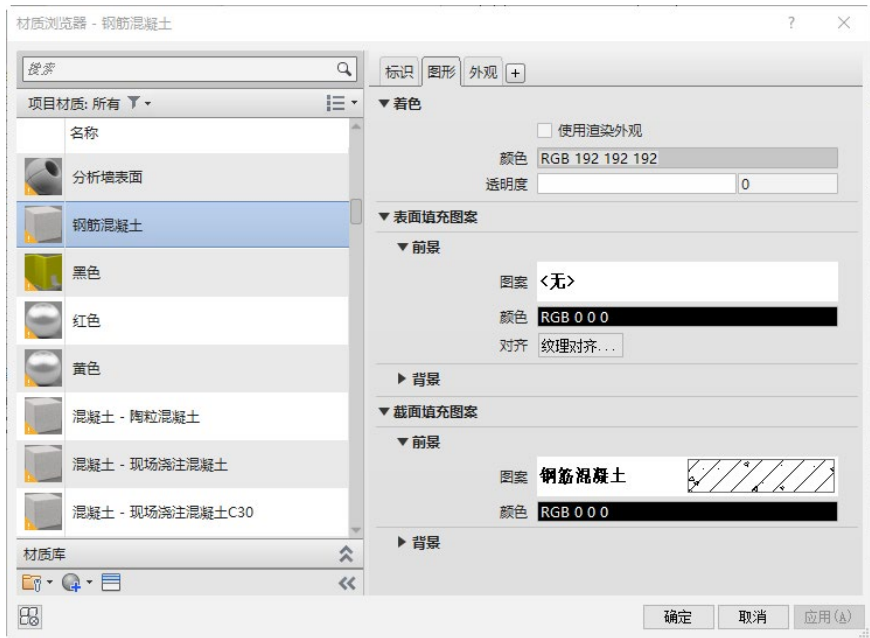

图 9-31 “材质浏览器”对话框
3) 打开“编辑部件”对话框，单击“结构材质”栏中的按钮，打开“材质浏览器”对话框，选择“钢筋混凝土”材质，如图 9-31 所示，其他采用默认设置，单击“确定”按钮，返回“编辑部件”对话框，其他采用默认设置，如图 9-32 所示，连续单击“确定”按钮。